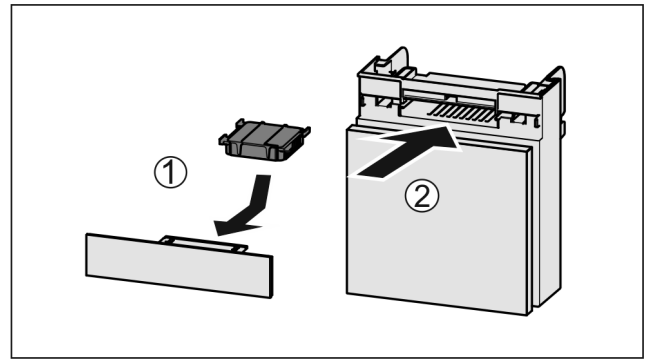

Fig. 83
- ▶ Introduzca el compartimiento Fig. 83 (2).